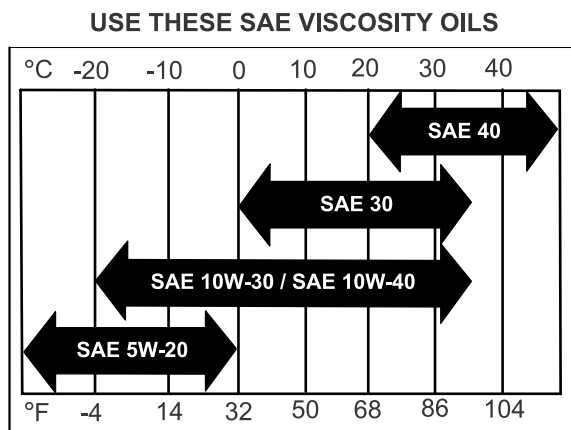

Figura 28
4. Llene el cárter con el tipo especificado de aceite nuevo; consulte Figura 28.